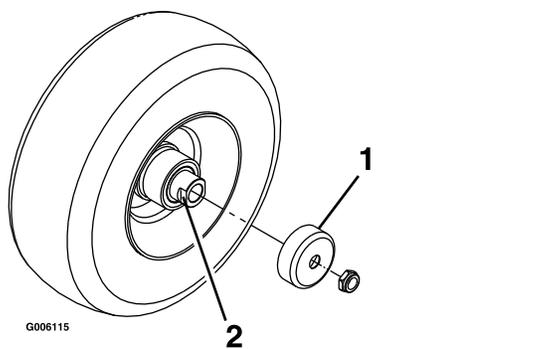

Рисунок 36
4. Снимите ограждения уплотнений со ступицы колеса (**Рисунок 36**).